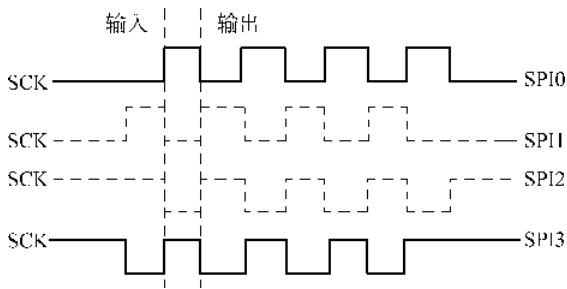

图 3-11 SPI 总线的 4 种工作方式
(1) SPI 主要特点有以下几点。
- ① 可以同时发出和接收串行数据。
- ② 可以当作主机或从机工作。
- ③ 提供频率可编程时钟。
- ④ 能发送结束中断标志。
- ⑤ 可以写冲突保护。
- ⑥ 有总线竞争保护。
(2) SPI 总线接口及时序。图 3-11 所示为 SPI 总线工作的 4 种方式,其中使用最为广泛的是 SPI0 和 SPI3 方式(实线表示)。